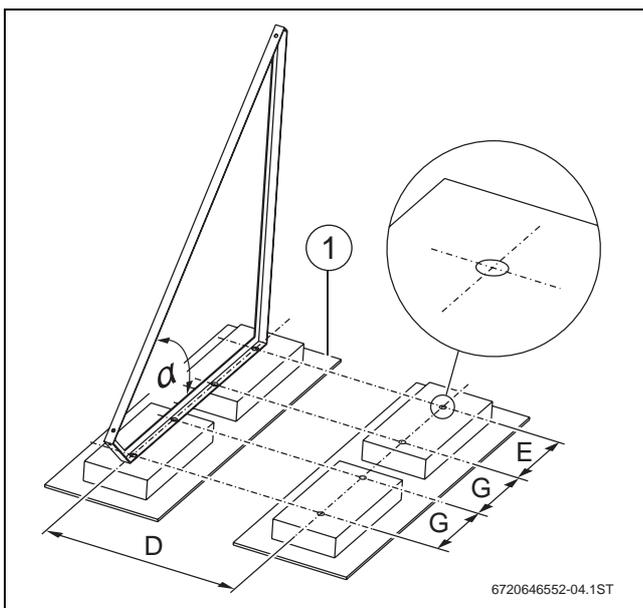

Fig. 212 Telai angolari con lastre di cemento
In caso di tetti piani con ciottoli, la superficie di posa per le lastre di cemento deve essere liberata dalla ghiaia. Per non danneggiare lo strato ermetizzante del tetto devono essere posati dei materassini protettivi da cantiere, normalmente in commercio, sotto alle lastre di cemento (→ fig. 212, pos. 1).